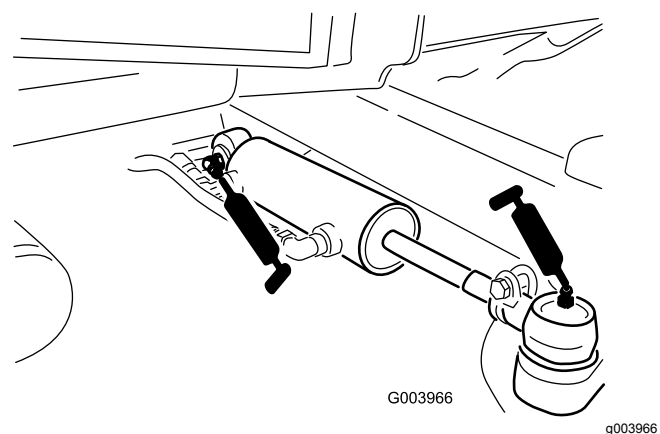

Figura 69
- Giunti a sfera (2) del cilindro di sterzo (Figura 69)